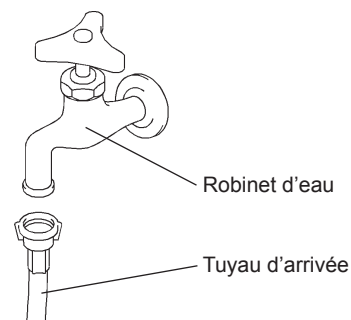

Fig. 4
- 1) Raccorder l'autre extrémité du tuyau d'arrivée au robinet d'arrêt (figure 4), en veillant à placer correctement la rondelle d'étanchéité avant de serrer à la main suffisamment pour garantir l'absence de fuite. Il est prudent d'avoir un robinet d'arrêt à proximité.